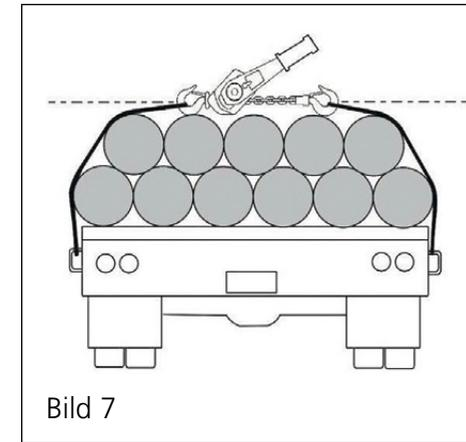

Bild 7
- Beim Anschließen an eine Drahtseilschlinge muss der Hebelzug entlang einer geraden Linie parallel zur Oberfläche, auf der er ruht, angewendet werden. Siehe Abbildung 7.